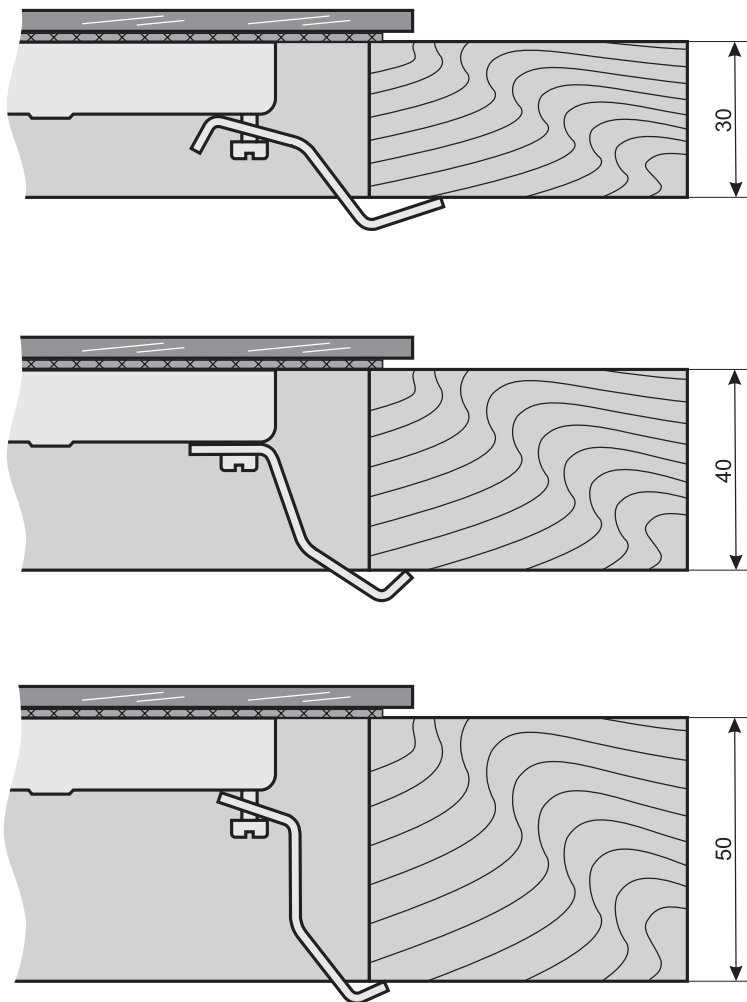

Рис. 19
4. Аккуратно вставить стол в проем и в зависимости от толщины столешницы (рис. 19) закрепить стол при помощи 4-х кронштейнов.